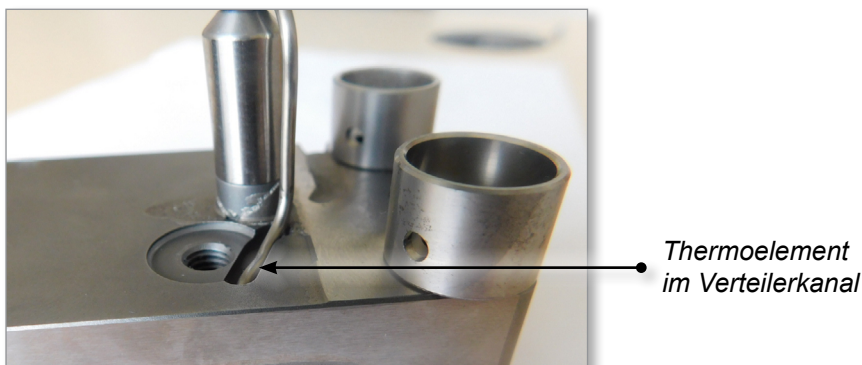

Abbildung 5-89 Biege-Thermoelement
2. Biegen Sie das Thermoelement um 90° zurück, um im Verteilerkanal zu sitzen. Siehe Abbildung 5-89.